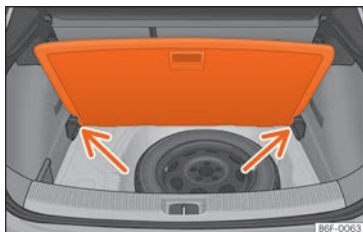

Fig. 166 Plancher de coffre à bagages modulable : position inclinée.
- Lorsque le plancher modulable se trouve en position haute, relevez-le à l'aide de la poignée ①, tirez-le et repoussez-le vers le dossier de la banquette arrière jusqu'à ce qu'il se plie au niveau de la charnière et que sa partie mobile repose contre le dossier.
- Appuyez le plancher contre les logements prévus à cet effet » » **fig. 166** (flèches).